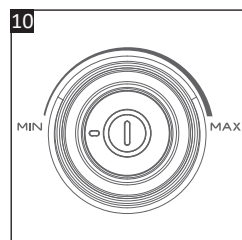

Рис. 10
- Поверните ручку регулировки скорости (13), чтобы отрегулировать мощность всасывания в соответствии с типом очищаемой поверхности (Рис. 10).